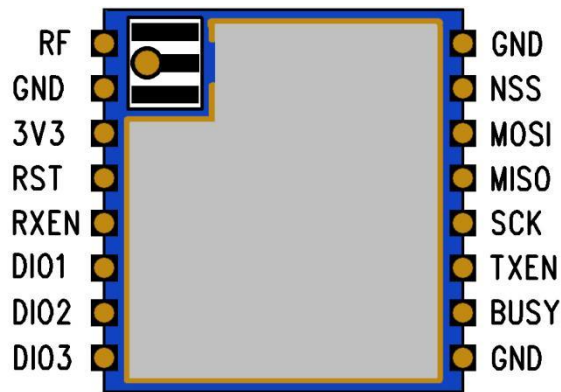

图 4. RC1268A 引脚定义图 (Top View)
- 1.4. 原理框架图 4
- 2、允许回流焊次数：2次，基于以下回流焊(条件)(见图4)；
- 3、温度曲线：回流焊应按照下列温度曲线(见图4)；